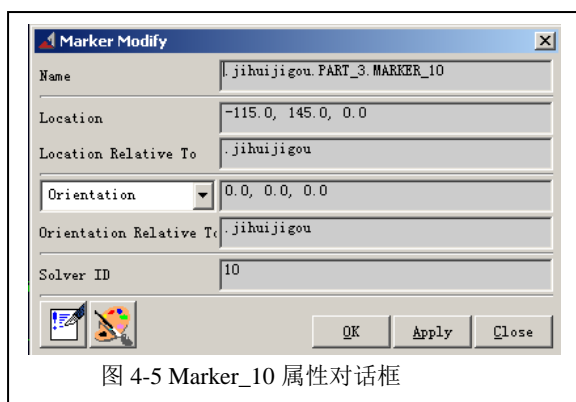

图 4-5 Marker\_10 属性对话框
4.3 在弹出的属性对话框中，如图 4-5 所示，容易知道 **MARKER\_10** 点的坐标为 (-115.0,145.0,0.0) mm，而题目中铰接点 D 到原点 (0,0,0) mm 的距离  $l_{AD} = 100\text{mm}$ 。